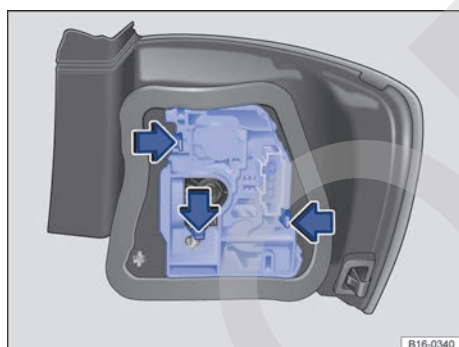

Fig. 195 Lateral del maletero; desmontaje del portalámparas.
5.	Desbloquee el portalámparas por las pestañas de bloqueo → fig. 195 (flechas) y extráigalo del grupo óptico trasero.
6.	Sustituya la lámpara averiada por otra nueva del mismo tipo → fig. 195.
7.	Coloque el portalámparas en el grupo óptico trasero. Las pestañas de bloqueo → fig. 195 (flechas) tienen que encastrar de forma audible.